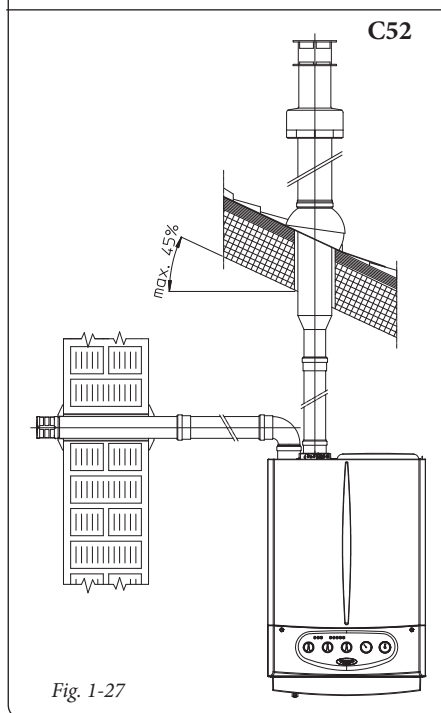

Fig. 1-27
- Nella figura (Fig. 1-27) è riportata la configurazione con scarico verticale e l'aspirazione orizzontale.